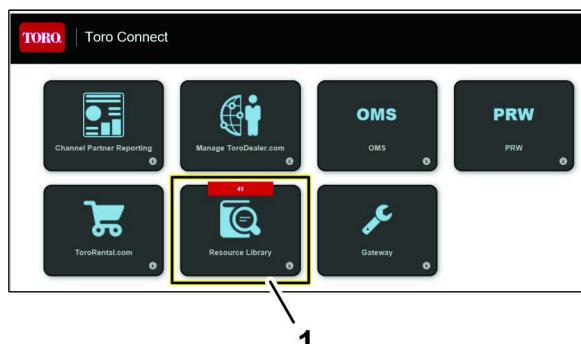

Figura 14
1. Aceda à página Toro Connect \(Figura 14\).
2. Clique, com o botão esquerdo no ícone Resource Library (biblioteca de recursos) (Figura 14).